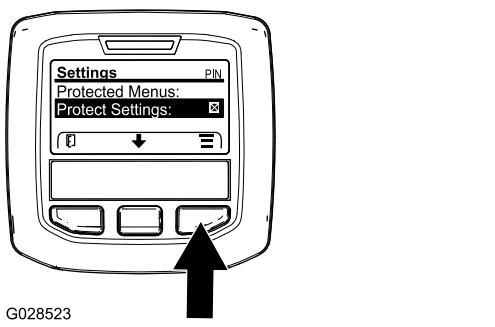

Figura 36
1. Desde el menú PRINCIPAL, utilice el botón central para desplazarse hacia abajo hasta el menú CONFIGURACIÓN y pulse el botón derecho (Figura 36).